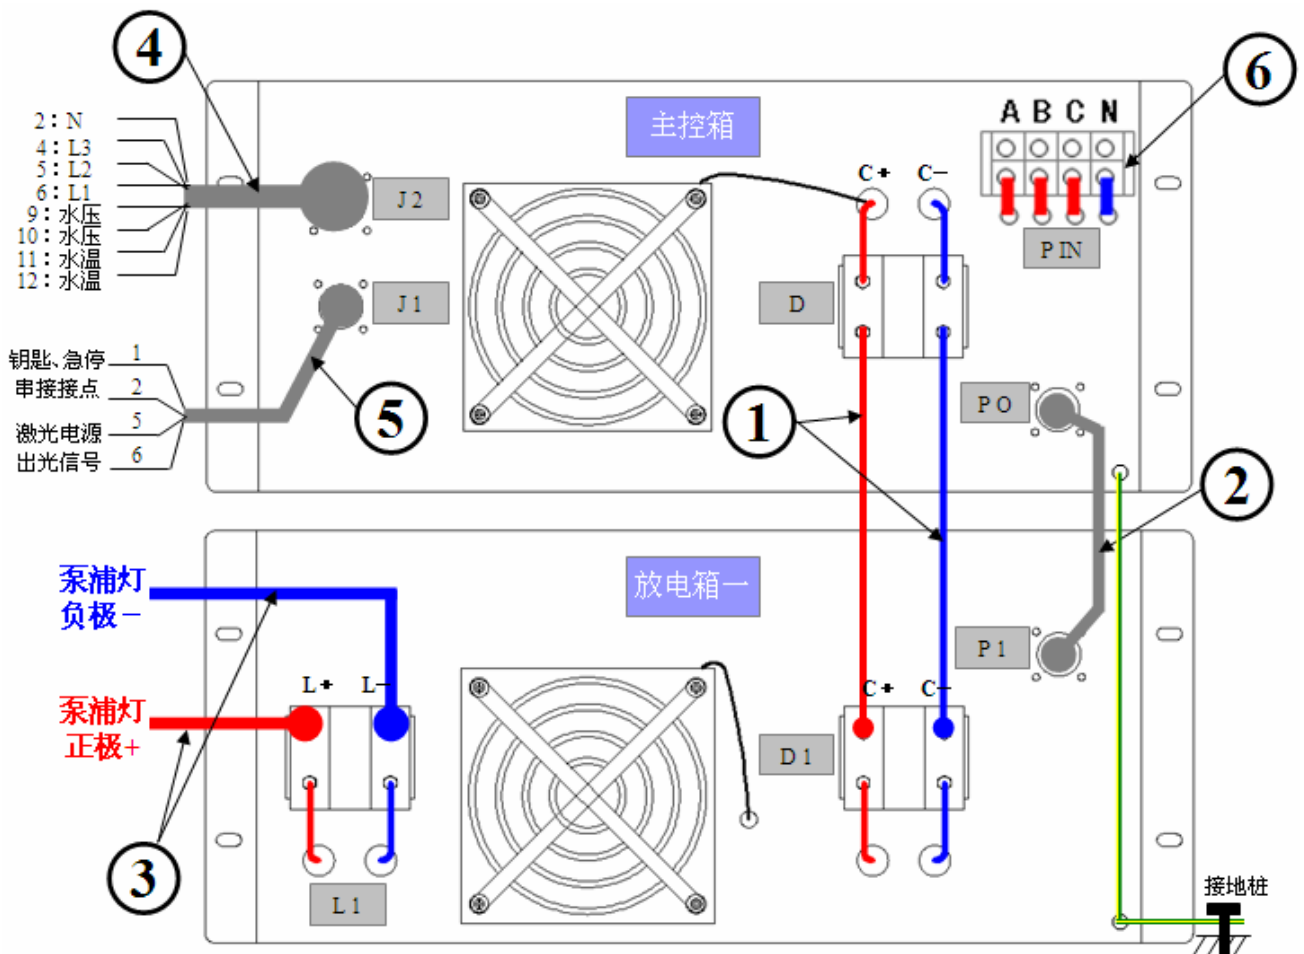

图 2-1 JS-C06 型灯泵浦脉冲激光电源安装示意图（后面板）
1. 将主控箱端子排 D 与放电箱一的端子排 D1 用 6mm^2 的导线连接，如图 2-1 中①所示：(请注意导线的颜色)
2. 将主控箱电源输出航插 PO、放电箱一的电源输入航插 P1 用现有连接电缆(由本公司提供)连接好，如上图 2-1 中②所示；
- 连接泵浦灯的灯极线 ($>10\text{mm}^2$ 绝缘好) 至放电箱一中的 L1 端子排, 如上图 2-1 中③所示(请注意灯线的正负极性);
- 将主控箱中的制冷机组航插 J2 按照说明接至冷却设备, 如图 2-1 中④所示; J2 航插的具体针脚定义如下:
- 将主控箱中的电源控制航插 J1 按照说明接至激光设备中的钥匙、急停串接接点(交流 220V), 以及激光设备中的出光按键或相应的控制接口, 如图 2-1 中⑤所示; J1 航插的具体针脚定义如下:
- 最后将激光电源的主电源 (三相四线制 交流 380V) 接入主控箱中的总电源进端子排, 如图 2-1 中⑥所示。连接各个箱体的接地端子到用户的保护地接线桩子上, 如图中黄绿线所示: